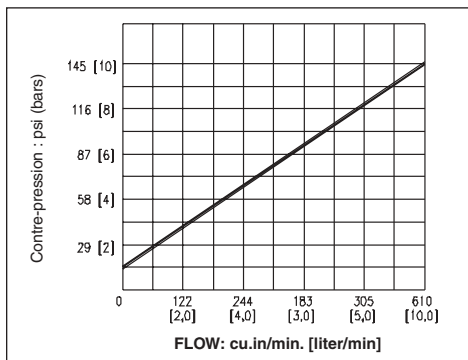

Figure 4, Contre-pression et régulateur de débit par étranglement : F - G (Voir Figure 1)
Contre-pression de non-retour	Voir la figure 4.
**REMARQUE :** Lorsque le régulateur de débit est utilisé dans des circuits à simple effet, veiller à noter la contre-pression causée par un reflux. (Voir la figure 4.) Ceci risque de ralentir le retour des composants à simple effet.